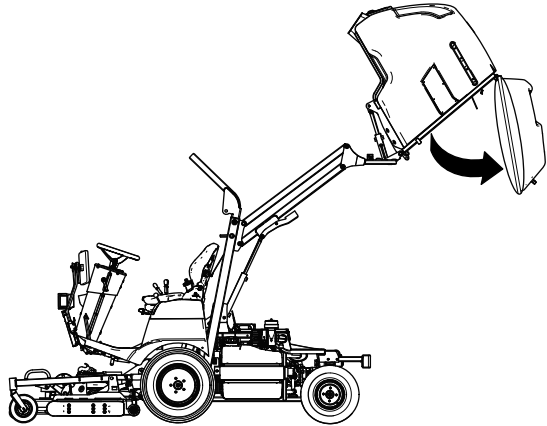

Figura 140
2. Ridicai buncărul (Figura 140) la înălțimea maximă; consultați Ridicarea buncărului \(Pagină 30\).
3. Descărcați buncărul (Figura 140) i lăsați-l în poziția de descărcare completă, cu trapa din spate lăsată în jos liber; consultați Descărcarea buncărului \(Pagină 31\).